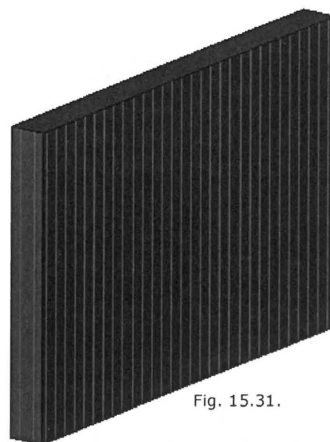

Fig. 15.31.
- Tegn et vægstykke (Fig. 15.31).